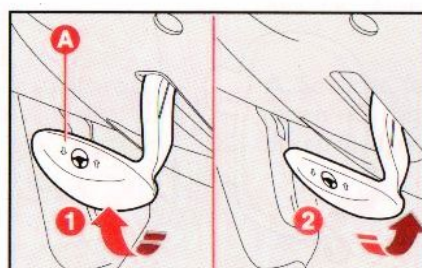

Abb. 63
- 1) Den Hebel **A**, **Abb. 63**, in 1 verlagern.